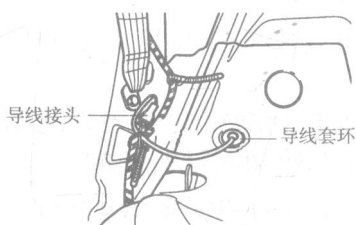

图 2-5 拆卸后轮转速传感器导线
① 拆卸后座, 拆卸门柱和侧面内饰, 拆卸 C 柱内饰。
② 拔下车轮转速传感器导线接头, 并取下导线套环, 如图 2-5 所示。